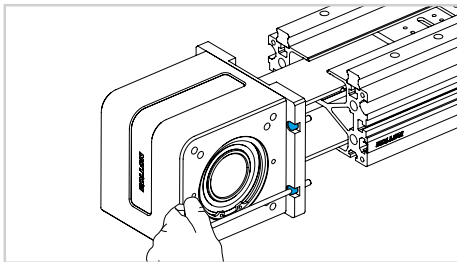

Fig. 15
16) Trennen Sie den Antriebskopf vom Profil, indem Sie die vier Schrauben lösen (Abb. 15).